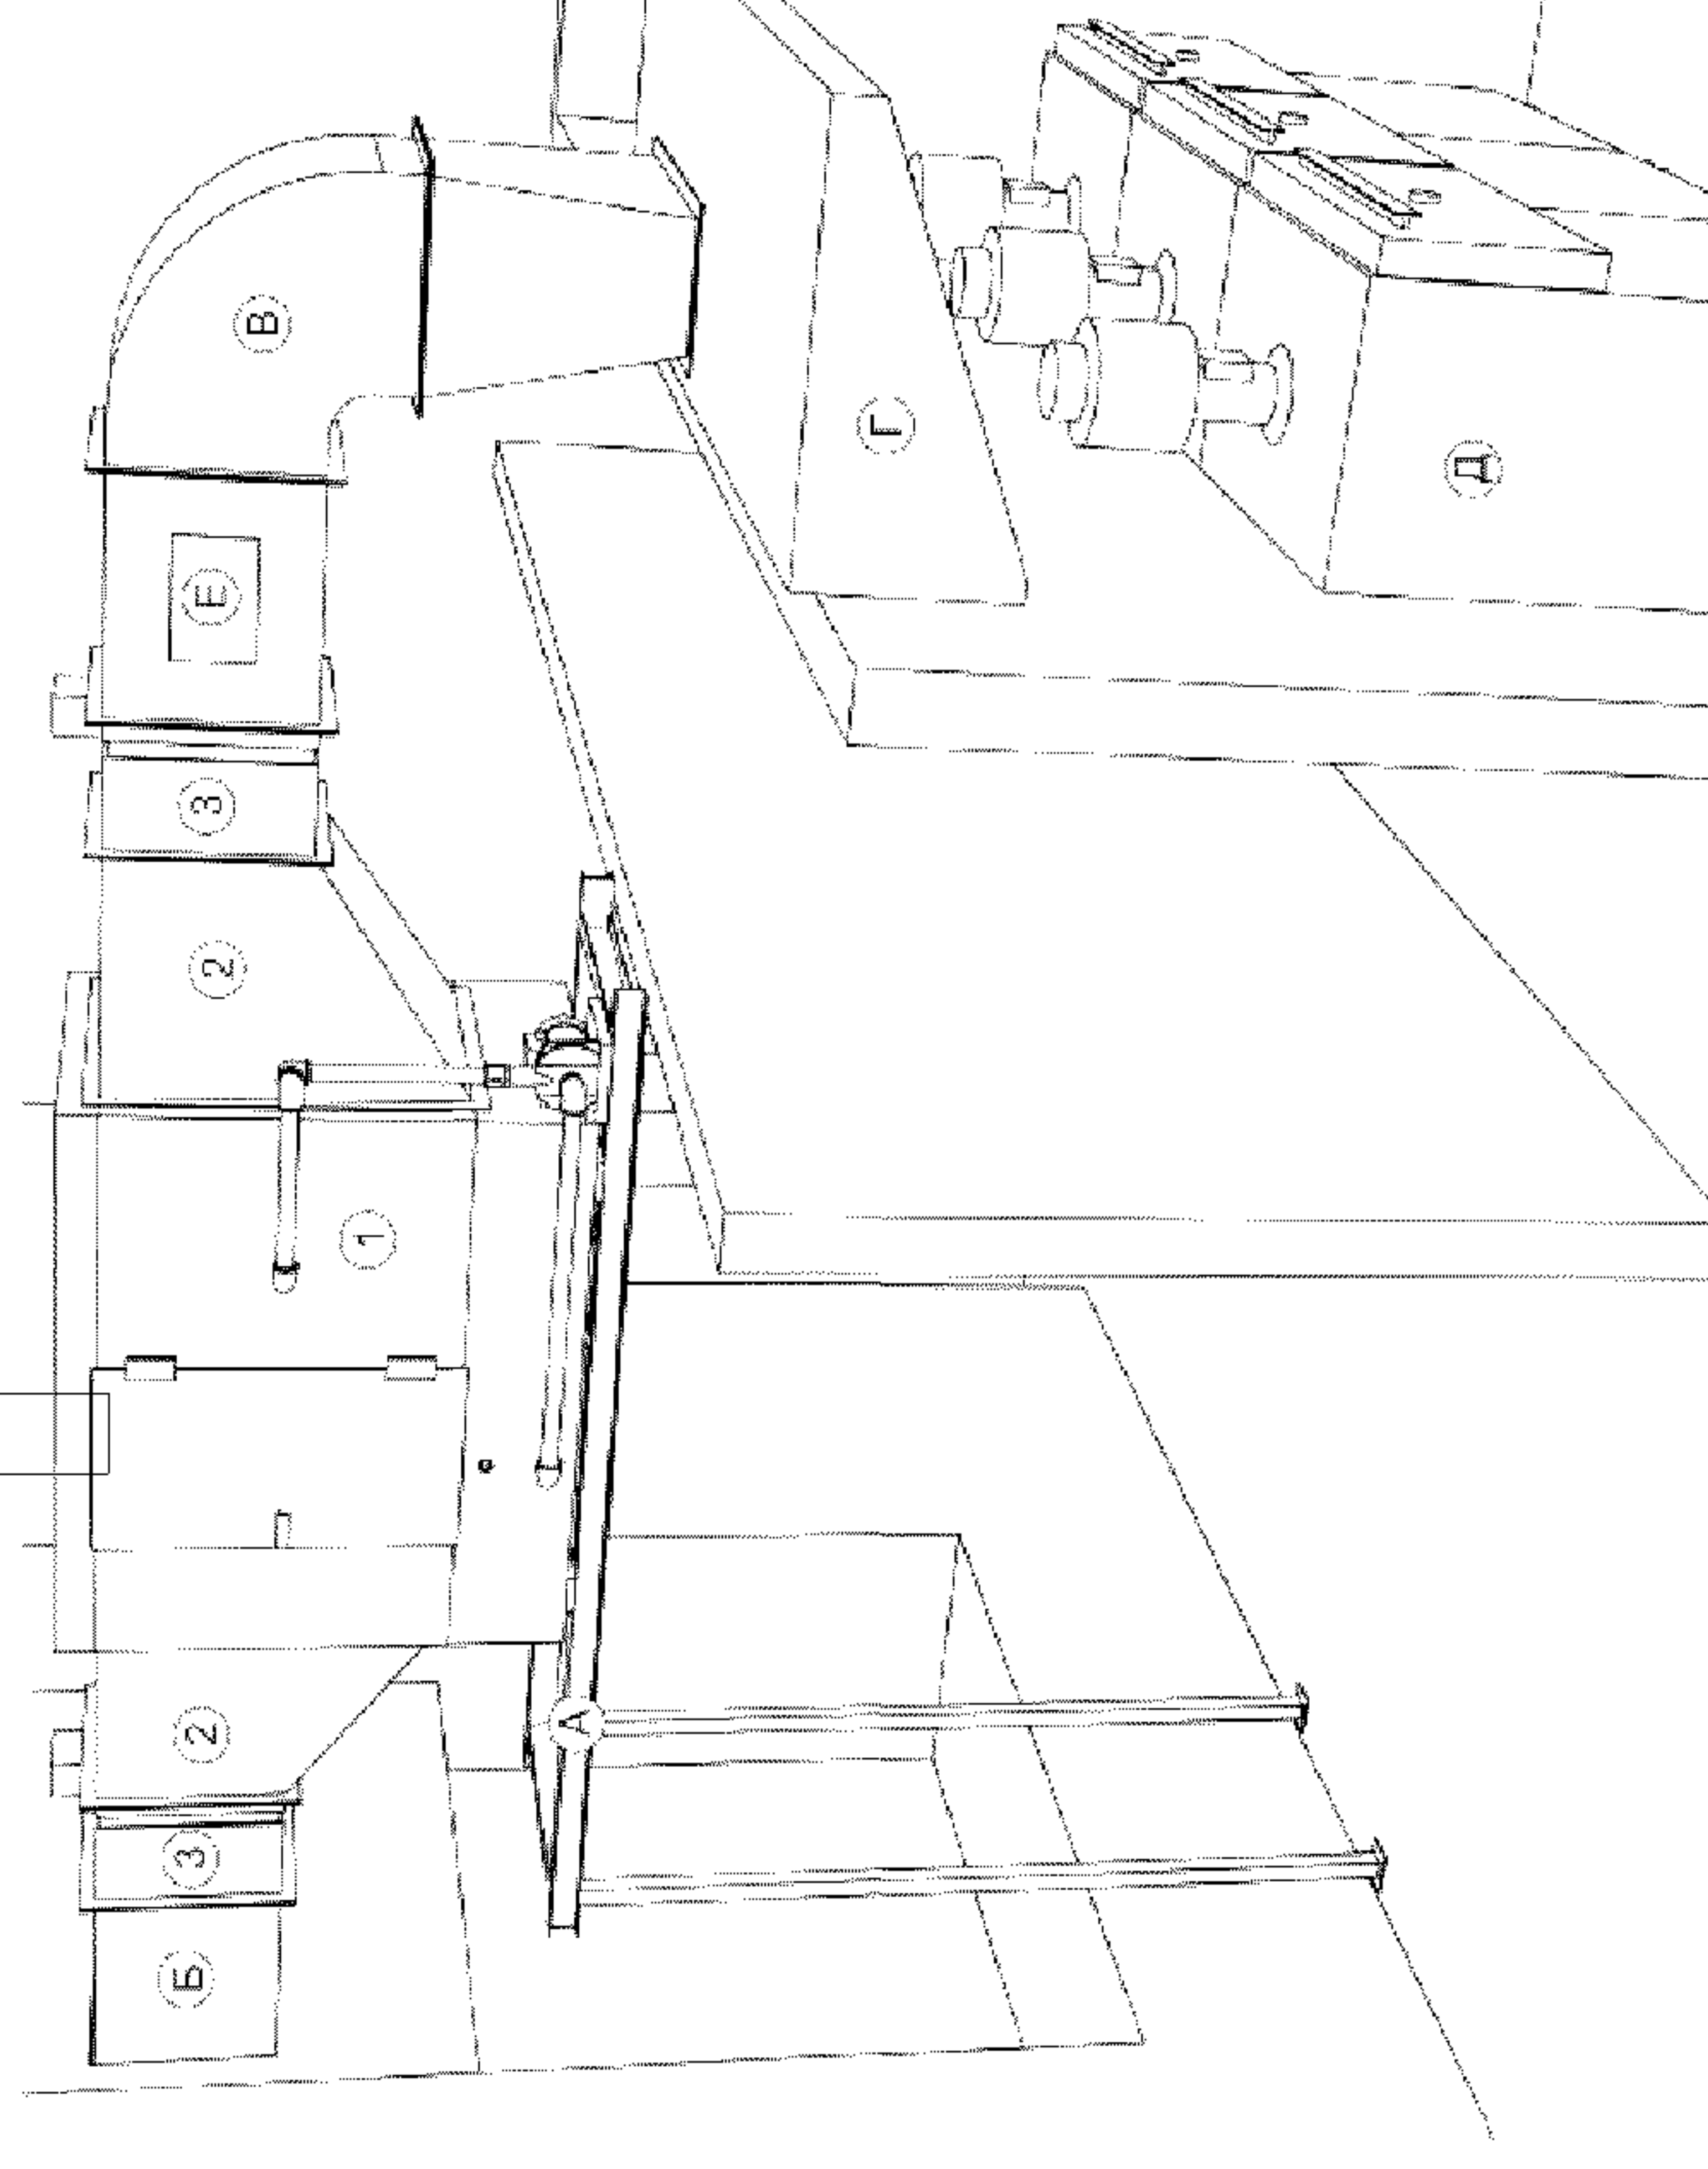

Рис. 2. Монтаж гидрофильтра
3. Установите камеру гидрофильтра (поз. 1, рис. 2) на специально подготовленные опоры (поз. А, рис. 2).
4. Соберите гидрофильтр, установив переходники (поз. 2, рис.2) и противопожарные клапаны* (поз. 3, рис. 2). Переходники крепятся к корпусу гидрофильтра и к противопожарным клапанам при помощи болтовых соединений.
5. Подсоедините гидрофильтр к системе вентиляции. Противопожарные клапаны крепятся к воздуховодам (поз. Б, В, рис. 2) при помощи болтовых соединений.